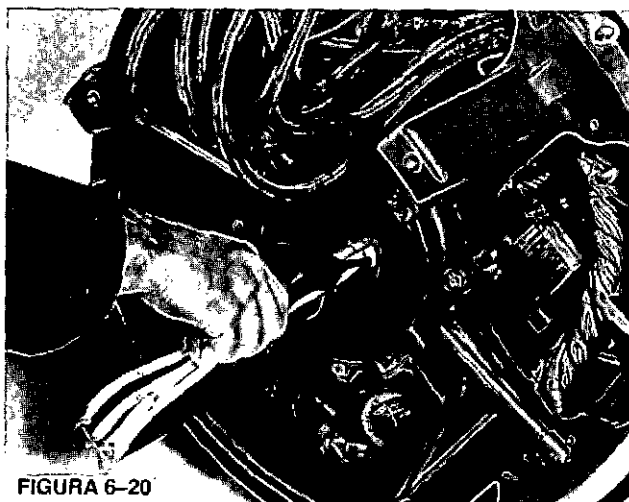

FIGURA 6-20
5. En generadores de bastidor 430, se usa otro anillo de resorte dentro del rotor del PMG. (Los generadores más grandes tienen un peldaño en el eje.) Este anillo de resorte debe quitarse antes que pueda extraerse el rotor principal del generador. (Figura 6-20)